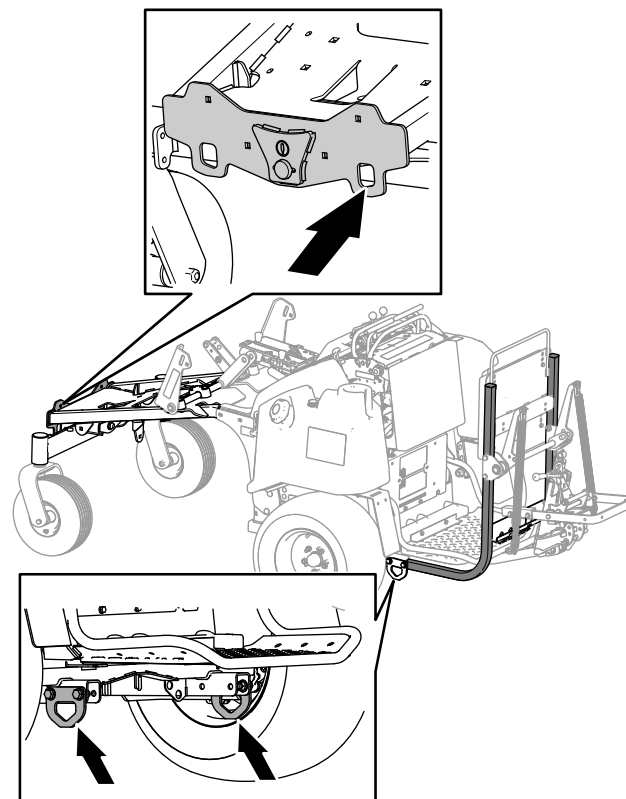

Figure 61
8. Arrimez la machine au niveau du cadre avant et des plaques d'attache sur le cadre de l'accessoire arrière (Figure 61) à l'aide de sangles, chaînes, câbles ou cordes.